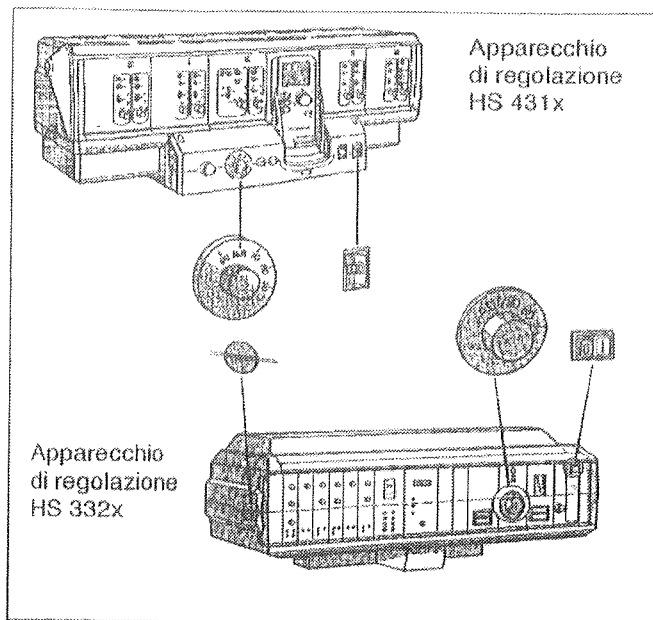

Fig. 5: Messa in esercizio del bruciatore a gas
- Per l'apparecchio di regolazione HS 332x: Portare l'intaglio del coperchio trasparente di entrambi gli apparecchi di regolazione (Fig. 5) in posizione orizzontale, ad es. con una moneta. Rimuovere il coperchio trasparente dal davanti.
- Portare l'interruttore di esercizio (Fig. 5) di entrambi gli apparecchi di regolazione sulla posizione I (On).
Disporre il regolatore di temperatura dell'acqua di caldaia (Fig. 5) su AUT o 80°C.
Disporre il regolatore di temperatura dell'acqua di caldaia (Fig. 5) di un blocco caldaia sulla temperatura desiderata (minimo 50°C). In questo modo viene definito il blocco caldaia 1 (caldaia pilota).
Disporre il regolatore di temperatura dell'acqua di caldaia (Fig. 5) dell'altro blocco caldaia (blocco caldaia 2) di ca. 5 K sotto il valore del blocco caldaia 1.
- Disporre l'interruttore di esercizio dei due apparecchi di regolazione (Fig. 5) sulla posizione 0 (Off).
Se la caldaia è collegata ad un impianto dei gas di scarico idoneo (chiedere alla ditta specializzata), per l'esercizio estivo essa può essere fatta funzionare anche con un solo blocco caldaia: Mettere l'interruttore di esercizio (Fig. 5) del blocco caldaia 2 sulla posizione 0 (Off).